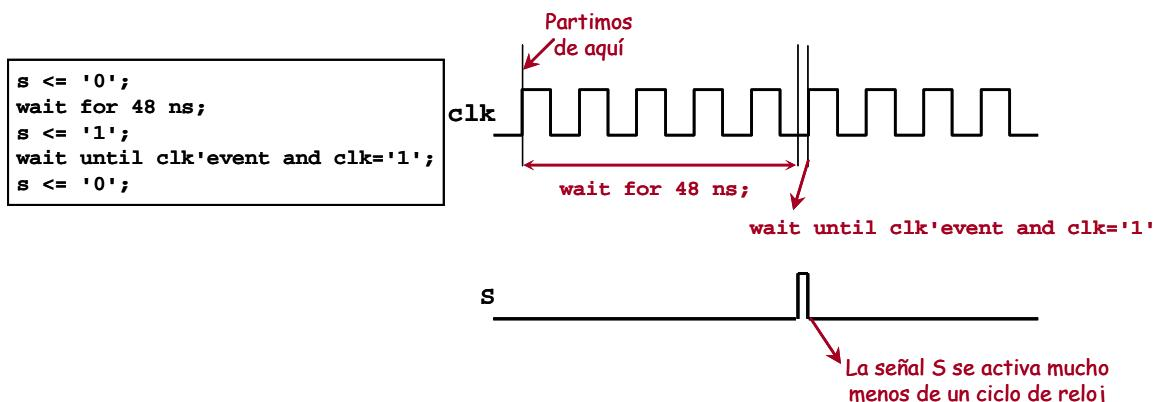

Figura 7.20: Esperar por tiempos y luego por eventos puede producir señales de ancho muy inferior al ciclo de reloj
9. Realizamos el **cuarto envío** (el último). Como la última espera ha sido de tiempos, y no de evento, esperamos un ciclo de reloj para asegurarnos que los valores que ponemos van a durar un ciclo de reloj completo. Para entenderlo, fíjate en la figura 7.20: hemos esperado 48 ns, que coincide con 2 ns antes del flanco de subida del reloj. Si en ese momento ponemos la señal `s` a uno, y esperamos un ciclo de reloj, la señal `s` sólo estará activa durante 2 ns, en vez de estar activa durante un ciclo completo de reloj. Especialmente grave es el caso de que esperemos por tiempo y coincida justa en el flanco del reloj: ¿estamos antes o después de la subida?